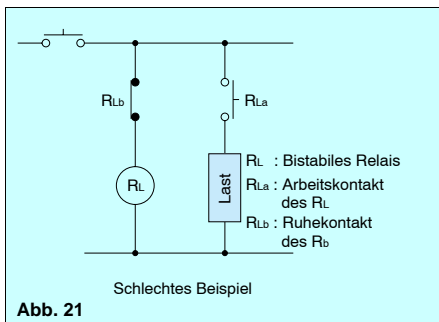

Abb. 21
- Vermeiden Sie bitte die Benutzung der folgenden Schaltungen, da das Selbstabschalten der Spule den ordnungsgemäßen Schaltzustand der Kontakte verhindern kann. (Abb. 21)